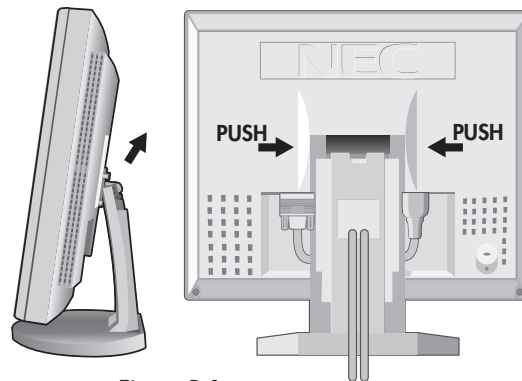

Figure R.1
1. Le connecteur de Remove couvre, que charnière couvre et câble de l'étui (Figure R.1).